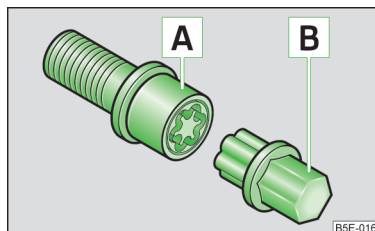

Fig. 132
- Introducir el adaptador [B] » fig. 132 con su lado dentado hasta el tope en el dentado interior del tornillo de rueda antirrobo [A], de tal modo que ya sólo sobresalga el hexágono exterior.